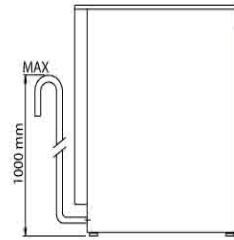

Abb. 7
- Positionieren Sie das Abflussrohr auf eine Höhe von maximal 1000 mm von der Abstellfläche. (Abb. 7)